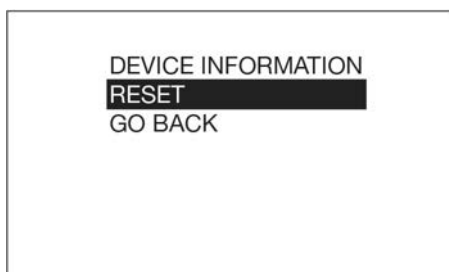

FIG. 53
3. Le menu illustré sur la Fig. 53 s'affiche. Utiliser les touches fléchées HAUT et BAS pour mettre l'option RESET (Réinitialiser) de la liste en surbrillance.